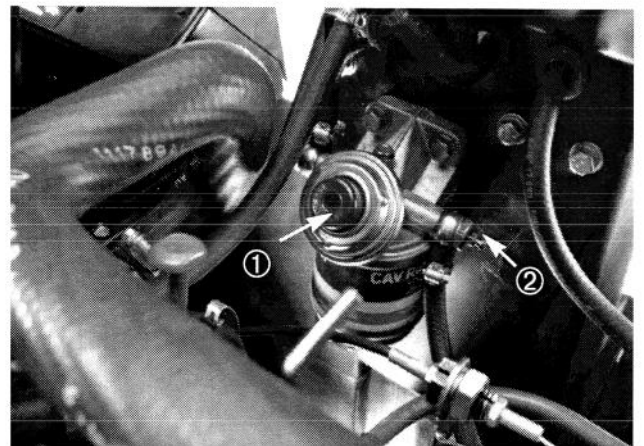

Figure 19
### AMORCAGE DU SYSTEME D'ALIMENTATION (Fig. 19 & 20)
3. Dévisser de plusieurs tours la vis de purge du filtre à carburant/séparateur d'eau (Fig. 19). Actionner le piston d'amorçage jusqu'à ce que la carburant s'écoule régulièrement de la vis de purge. Lorsque le carburant ne mousse plus, serrer la vis de purge pendant la course descendante du piston d'amorçage. Essuyer le carburant qui aura coulé.